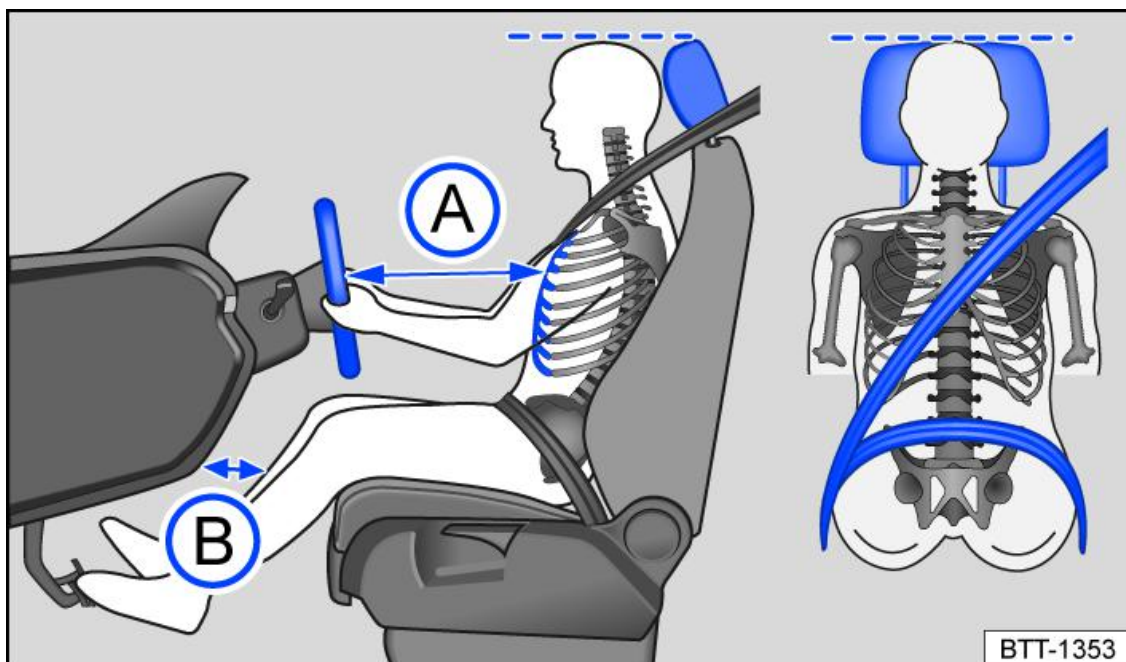

Fig. 1 Giusta distanza del conducente dal volante, corretto posizionamento della cintura di sicurezza e del poggiatesta
- Regolare l'altezza del poggiatesta in modo che il suo bordo superiore venga a trovarsi allo stesso livello della sommità del capo e comunque non più in basso degli occhi. Tenere sempre la testa il più vicino possibile al poggiatesta → *fig. 1*.
- Regolare il sedile in modo tale che la distanza tra il volante stesso e il torace sia di almeno 25 cm (circa 10 pollici) → *fig. 1* (A) e che, tenendo le braccia leggermente piegate, si possa afferrare il volante con entrambe le mani lungo il bordo laterale esterno.